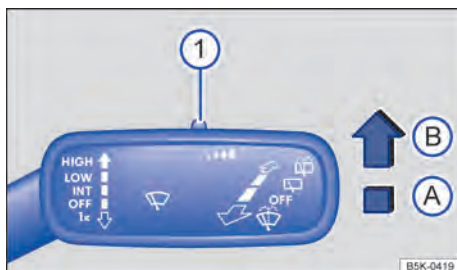

Fig. 105 À direita da coluna de direção: alavanca dos limpadores dos vidros.
Pressionar a alavanca para a posição desejada → Fig. 105:
A sensibilidade do sensor de chuva e de luz pode ser ajustada manualmente com o interruptor na alavanca dos limpadores dos vidros → Fig. 105 ① →